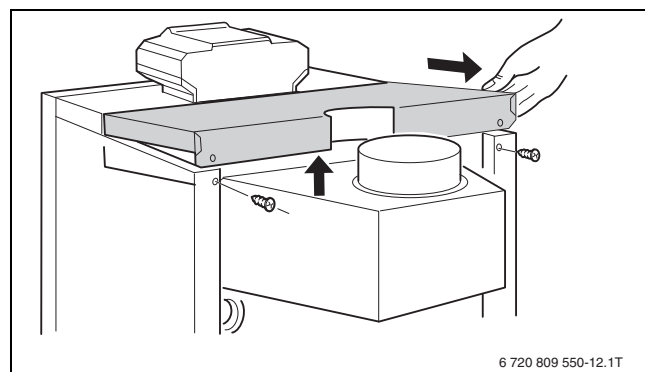

Рис. 59 Демонтаж задней крышки котла
- ▶ Снимите заднюю стенку котла (→ рис. 59, стр. 43).